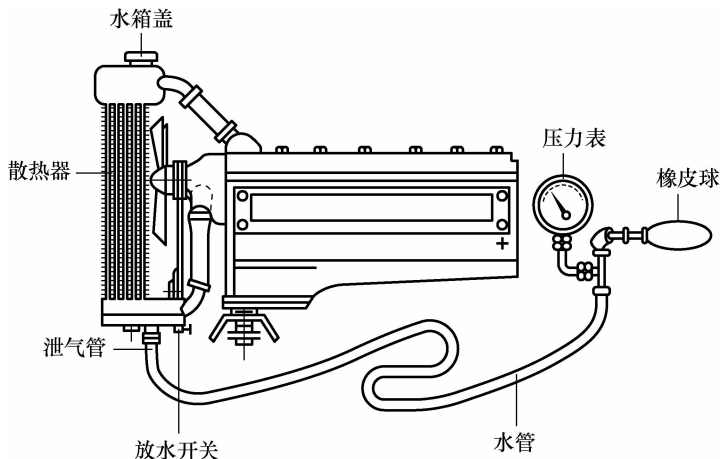

图 2-47 散热器渗漏的检验
(1)散热器渗漏的检验。散热器渗漏可用气压表来检验,如图 2-47 所示。